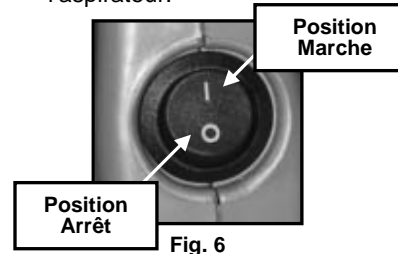

Fig. 6
- L'interrupteur de courant Marche/Arrêt a deux positions différentes. (Fig. 6)